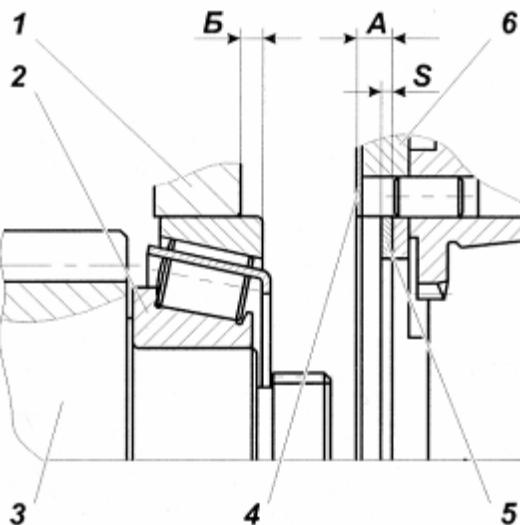

Рис. 105:
3.1 Замерить абсолютные величины размеров А (между торцами уплотнительной прокладки и проставки) и Б (между торцами картера и подшипника) рис. 105. При этом, торец ступицы шестерни привода промежуточного вала должен быть плотно (под усилием собственного веса вала) прижат к торцу технологического приспособления, а наружное кольцо заднего подшипника - к роликам.
4 Демультиплексатор с установочными прокладками, подобранными по п. 3, пристыковать к картеру коробки передач, обеспечив затяжку болтов крепления демультиплексатора к коробке передач с $M_{kp}=215,74...274,5 \text{ Н}\cdot\text{м}$ (22...28 $\text{кгс}\cdot\text{м}$). Перед установкой демультиплексатора на уплотнительную прокладку поз. 5 (рис. 105) с обеих сторон нанести герметик УГ-9 ТУ 6-01-1326-86 или УГ-6 ТУ 6-01-1285-84 непрерывной полосой шириной 2...3 мм по контуру.